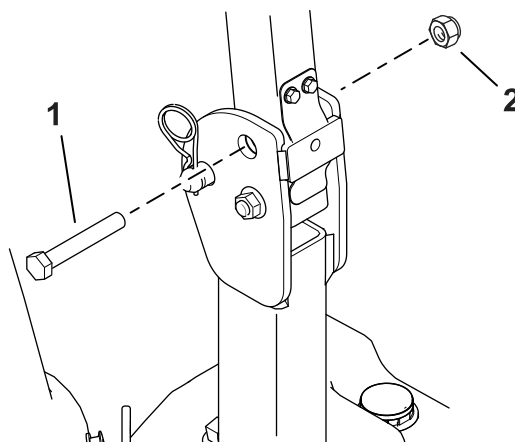

Figura 3
5. Instale el perno ($\frac{3}{4}$ " x 4") en el taladro superior de la barra antivuelco y fíjelo con una tuerca, apretando con los dedos solamente ($\frac{3}{4}$). Consulte (Figura 3).